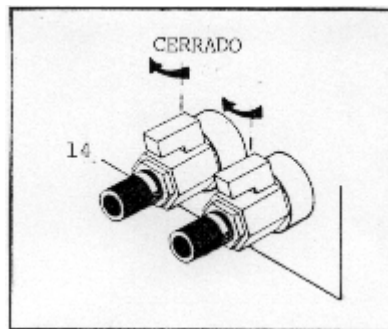

Fig. 6
VALVULAS DE RIEGO DE RODILLO (14) FIG. 6